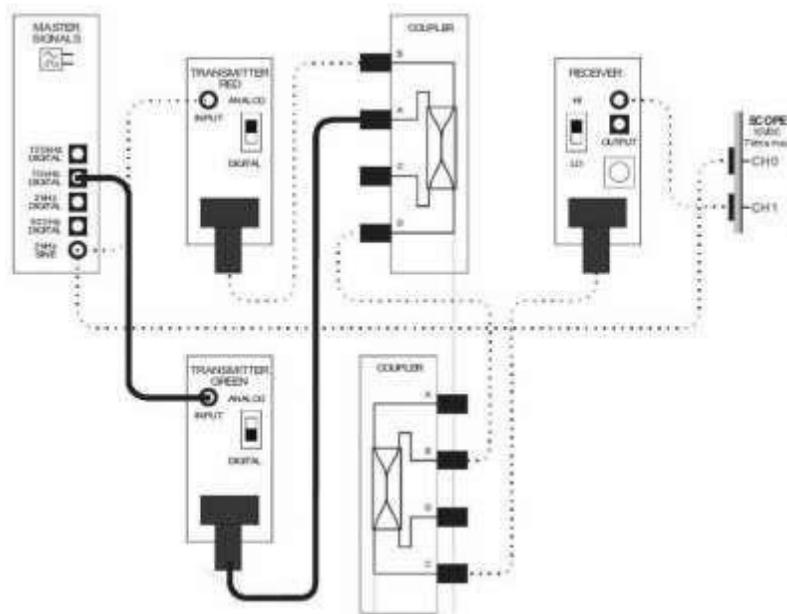

Figura 3.
6. Cambiar el circuito como se muestra en la Figura 3.